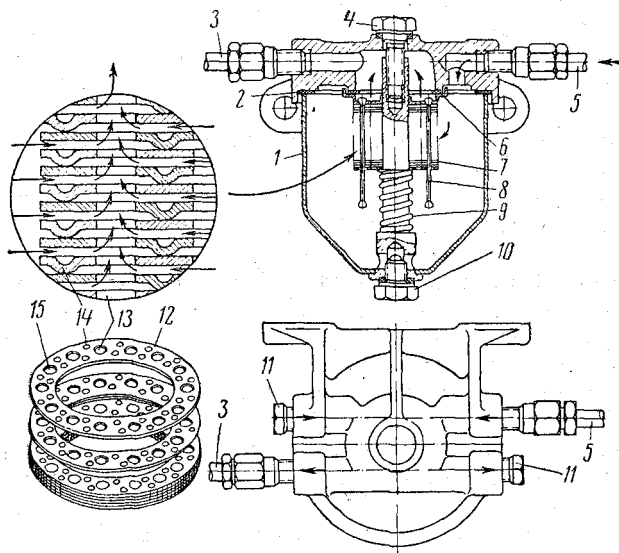

Рис. 25. Топливный фильтр-отстойник:
**Топливный фильтр-отстойник** (рис. 25) установлен на переднем кронштейне топливного бака. Фильтрующий элемент отстойника состоит из большого числа алюминиевых или латунных пластин 12 толщиной 0,14 мм, которые имеют выступы 14 высотой 0,05 мм, поэтому между пластинами остается щель шириной 0,05 мм и в отверстия 13 проходит только чистый бензин, а частицы песка и грязи крупнее 0,05 мм задерживаются.